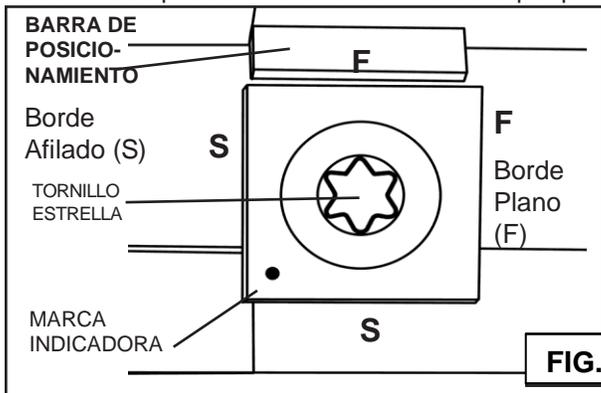

FIG. 23
3. Retire el tornillo de estrella, que sostiene el inserto en el cabezal de corte, y también retire el cuchillo de inserción. FIG. 23.
5. Gire el inserto para que un nuevo borde afilado esté en posición. Los insertos tienen una marca de indicación en la esquina superior de su superficie, para que pueda hacer referencia al posicionamiento de los bordes opacos o afilados del inserto. FIG. 23